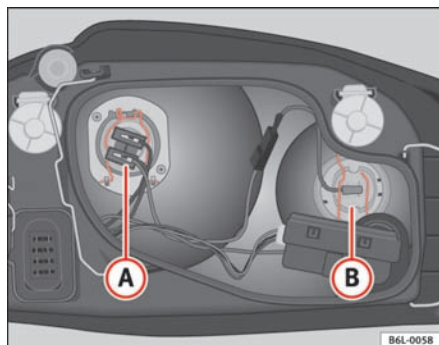

Fig. 145 Fjernlyspære
- Træk stikket af pæren ① ⇒ fig. 145.